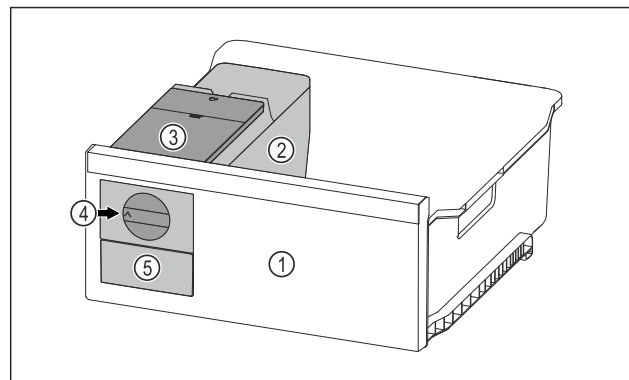

Fig. 66 Przykładowa prezentacja
- ▶ Pokrętko Fig. 66 (4) obrócić zgodnie z ruchem wskazówek zegara.
- ▷ Kostki lodu wypadają do pojemnika na kostki lodu w szufladzie na kostki lodu Fig. 66 (5). Jeżeli nie wszystkie kostki lodu zostaną zwolnione z pojemnika na kostki lodu: